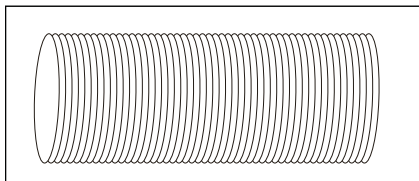

Fig. 3
1. Ta ut slangens ur förpackningen. (Fig.3).